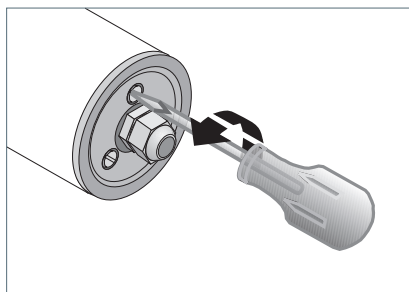

Fig. 7: Aprire la parte laterale A.
- Allentare le tre viti sul lato di collegamento effettuando dai 3 ai 4 giri circa, vedi Fig. 7.